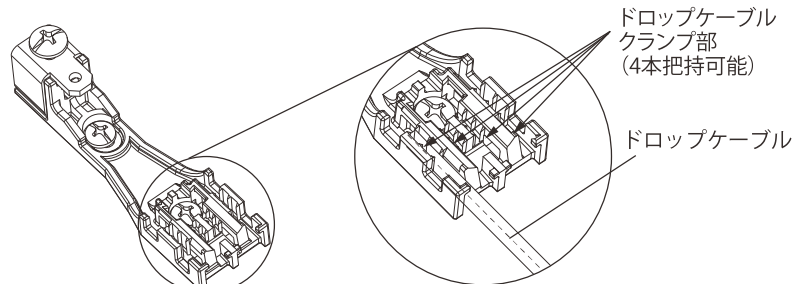

図6 ドロップケーブル固定
3. ドロップケーブルクランプ部にドロップケーブルを挿入して固定してください。(図 6)